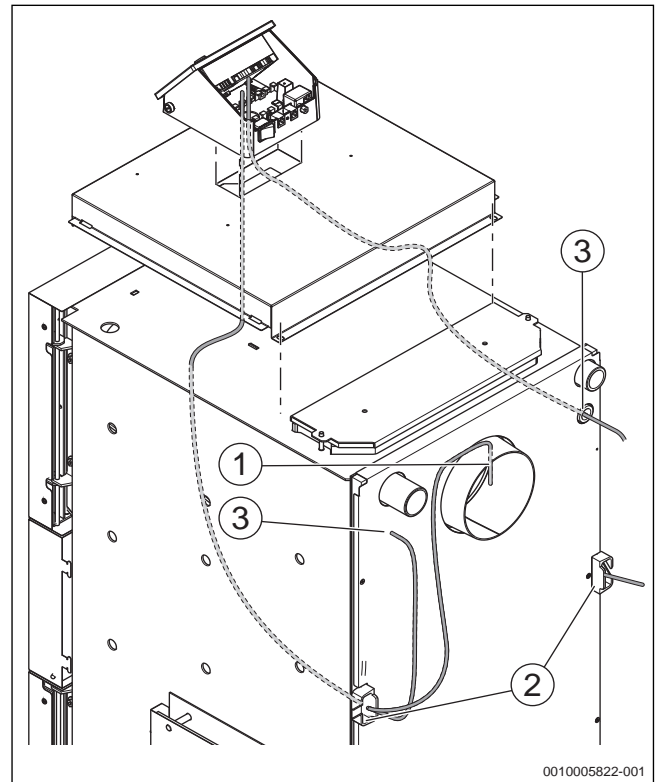

Рис. 29 Проведите кабель и провод датчика через крышку котла
- ▶ Проведите кабель и провод датчика через вырез в крышке котла (→ рис. 29).
- ▶ Проведите кабель для внешних подключений через держатель (→ рис. 29, [2]) с обратной стороны котла.
- ▶ Выведите провод и капиллярную трубку датчика температуры котловой воды (FK) и предохранительного ограничителя температуры (STB) через держатель кабеля из котла.
- ▶ Заведите датчик температуры котла и предохранительный ограничитель температуры (→ рис. 29, [1], страница 21) в погружные гильзы [3] с обратной стороны котла.